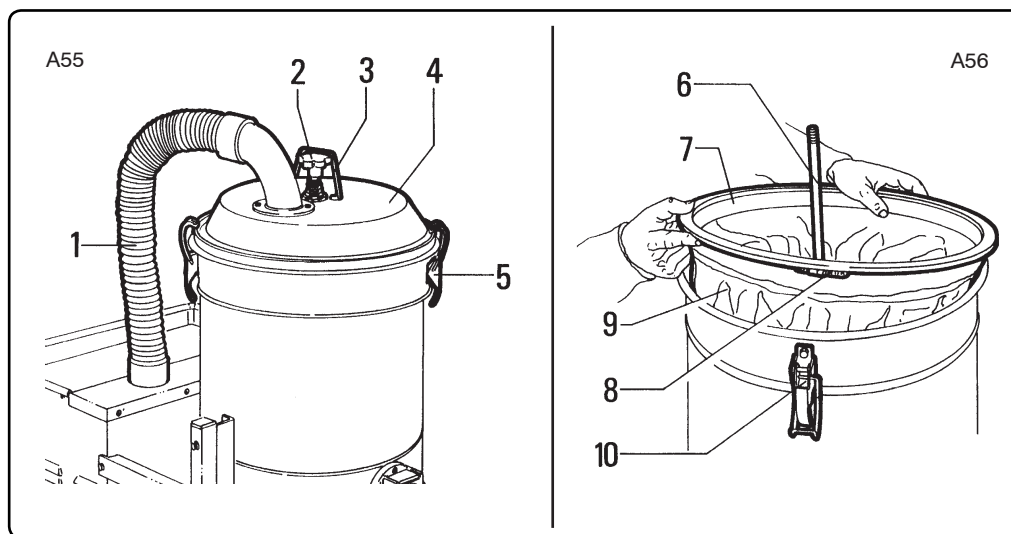

Fig.8.5.1
8.5.1 - Sostituzione filtro primario (fig. 8.5.1)**ATTENZIONE!!**
8.5.1 - Changing the primary filter (fig. 8.5.1)**ATTENTION!!**
8.5.1 - Sustitución filtro primario (fig. 8.5.1)**ATENCION!!**
8.5.1 - Verwisselen van het primaire filter (afb. 8.5.1)**WAARSCHUWING!!**